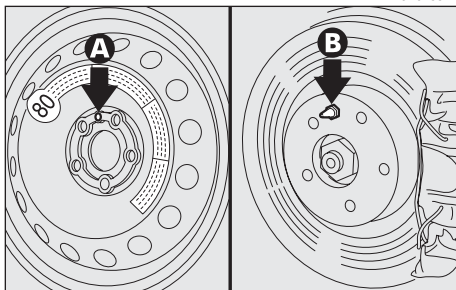

fig. 7
– Monter la roue compacte en faisant coïncider le trou (**A-fig. 7**) avec le pion de centrage correspondant (**B**).
– Monter la roue normale en faisant coïncider le trou (**A-fig. 7**) avec le pion de centrage correspondant (**B**).